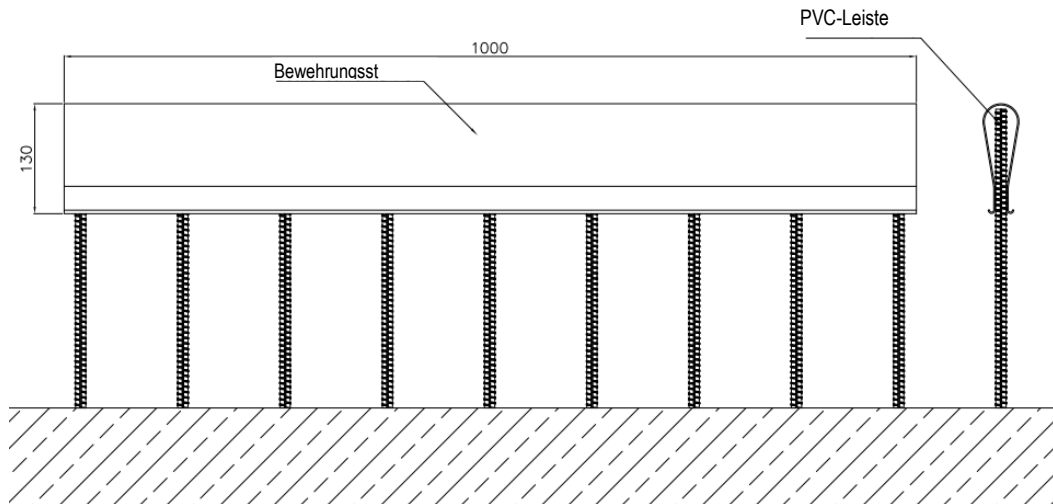

Abb. 71 Montage der Kunststoffschutzleisten
2.29 Montage der Kunststoffschutzleisten für Bewehrungsstäbe (Abb. 71)